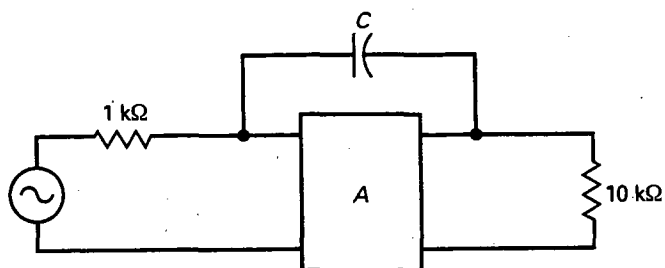

Figura 16-35
- 16-26. ¿Cuál es la capacidad de entrada de Miller en la Figura 16-35 si C es igual a 10 pF y $A = 200.000$?
- 16-27. Dibuje el diagrama asintótico de Bode para la red de retardo de fase de la Figura 16-35 con $A = 250.000$ y $C = 15$ pF.
- 16-28. Si el condensador de realimentación de la Figura 16-35 es 50 pF, ¿cuál es la capacidad de entrada de Miller cuando $A = 200.000$?
- 16-29. Dibuje el diagrama asintótico de Bode para la Figura 16-35 con la capacidad de realimentación de 100 pF y una ganancia de tensión de 150.000.